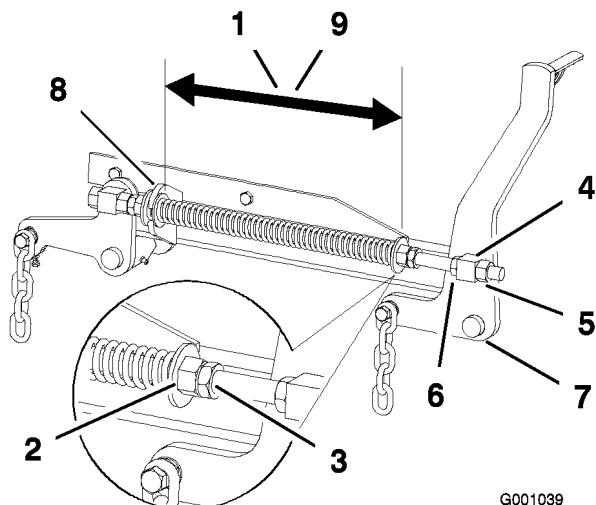

Figure 72
- Vérifiez que les deux grandes rondelles sont espacées de 26,7 cm (Figure 72).
- Réglez cette distance en desserrant l'écrou de blocage du ressort et en tournant l'écrou devant chaque ressort (Figure 72). Tournez l'écrou dans le sens horaire pour raccourcir le ressort, et dans le sens inverse pour l'allonger.
- Bloquez l'écrou en position en serrant l'écrou de blocage du ressort (Figure 72).